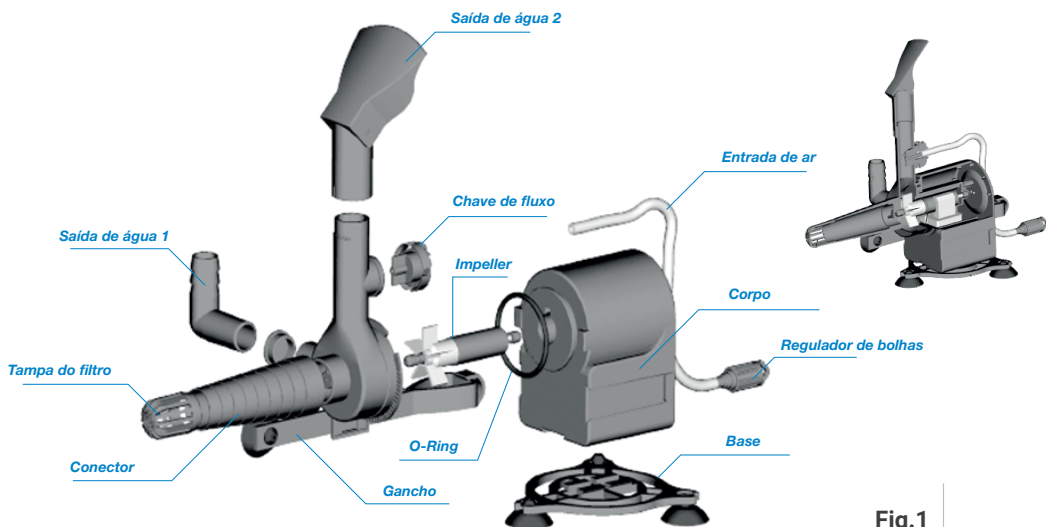

Fig.1
1. Instale os acessórios conforme **Fig.1**.
Enxague com muita água corrente antes de voltá-la ao aquário. Após a limpeza, remonte a bomba na mesma sequência. **(Fig.1)**